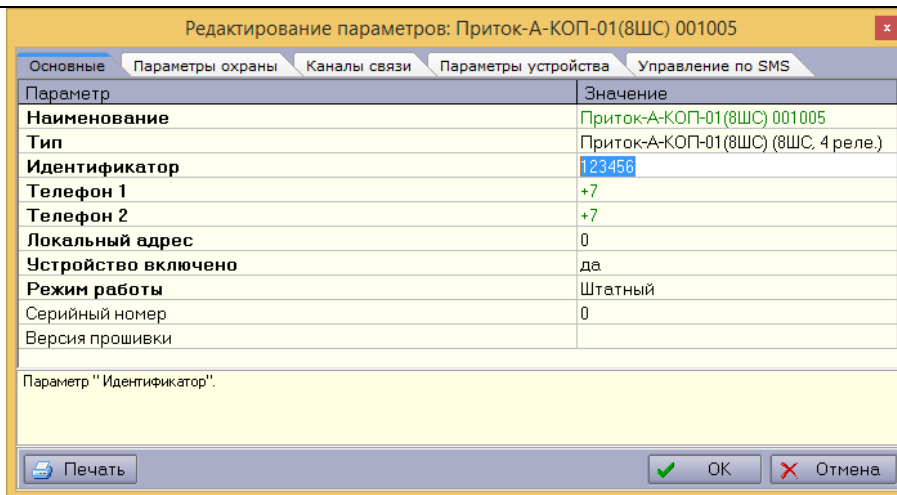

Рисунок 12 - Настройка контроллера в АРМ «Конфигуратор»
- **«Идентификатор»** (рисунок 12) – число, совпадающее со значением параметра «Идентификатор прибора на пульте» вкладка «Подключение», установленного при настройке контроллера (см. п. 2.1.5). Обязательный параметр.